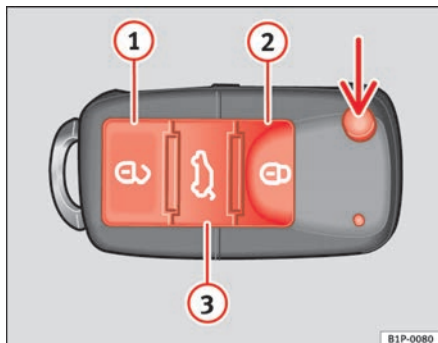

Abb. 63 Tastenbelegung
Mit der Taste  $\Rightarrow$  Abb. 63 (Pfeil) der Fernbedienung wird der Schlüsselbart ausgeklappt.
Fahrzeug entriegeln  $\Rightarrow$  Abb. 63 ①.
Fahrzeug verriegeln  $\Rightarrow$  Abb. 63 ②.
Heckklappe entriegeln. Drücken Sie die Taste  $\Rightarrow$  Abb. 63 ③, bis alle Blinkleuchten am Fahrzeug kurz aufleuchten. Nach Drücken der Entriegelungstaste  $\Rightarrow$  Abb. 63 ③ können Sie die Heckklappe innerhalb von 2 Minuten öffnen. Nach Ablauf dieser Zeit wird die Heckklappe wieder verriegelt.
Zudem blinkt die Batterie-Kontrollleuchte des Schlüssels  $\Rightarrow$  Abb. 63 auf.
Bei einmaligem Drücken der Taste  $\Rightarrow$  Abb. 63 ①, wird nur die Fahrertür geöffnet. Alle anderen Türen bleiben verriegelt. ▶
Bei zweimaligem Drücken der Taste  ⇒ Seite 103, Abb. 63  werden alle Türen entriegelt.
- Betätigen Sie die Taste  ⇒ Seite 103, Abb. 63 an der Funk-Fernbedienung.